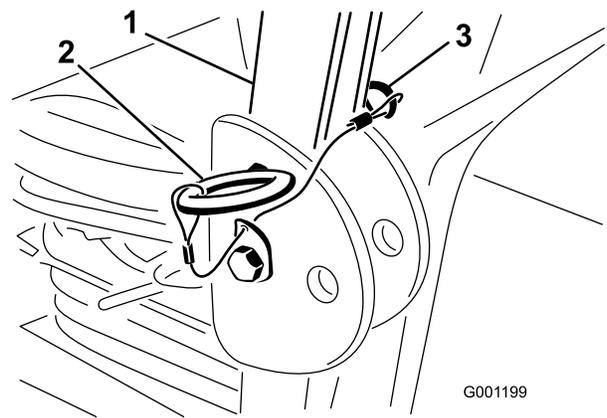

Bild 8
2. Richten Sie den Überrollbügel ganz auf und setzen zwei Stifte ein. Befestigen Sie die Stifte mit den Splints (Bild 8).
1. Nehmen Sie die Splints und die beiden Stifte vom Überrollbügel ab (Bild 8).